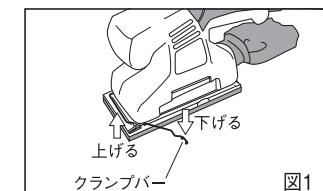

図1
- (1) ベースプレート左右両端に固定してあるクランプバーを外して（ベースプレート側面に引っ掛けで止めてあります）、ペーパーがはさめるように上へ上げてください。（図1）